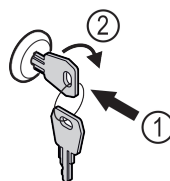

Fig. 57
- ▶ Sleutel erin duwen Fig. 57 (1).
- ▶ Sleutel 90° rechtsom draaien Fig. 57 (2).